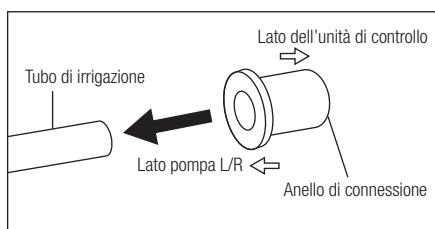

Fig.35
- 6) Inserire l'anello di connessione sul tubo della nuova pompa di irrigazione. Prestare attenzione al verso di inserimento dell'anello. (Fig. 35)